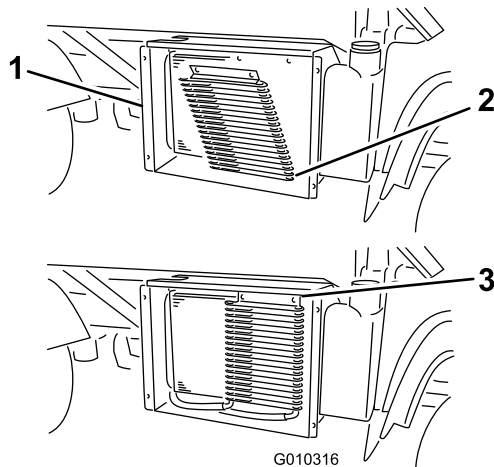

図 59
3. ラッチを外し、オイルクーラを装備している場合にはそれを倒してラジエターから遠ざける 図 59。